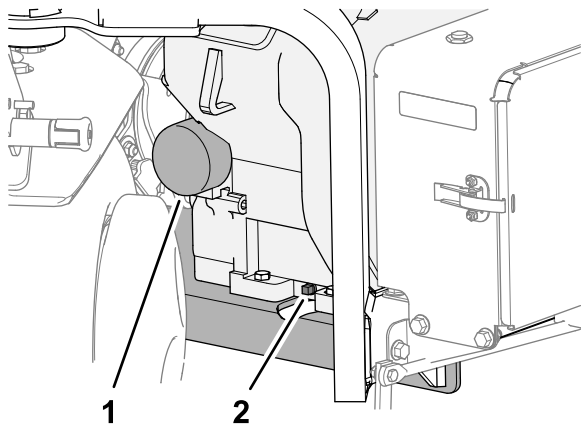

Bild 161
3. Stellen Sie eine Auffangwanne unter die Ölablassschraube und entfernen Sie die Schraube (Bild 161).
1. Stellen Sie eine Auffangwanne unter den Filter und entfernen Sie den Filter (Bild 161).
6. Schrauben Sie den ÖlfILTER in den Filteradapter ein, bis die Dichtung den Filteradapter berührt (Bild 161). Ziehen Sie dann den Filter um eine weitere halbe Umdrehung fester.